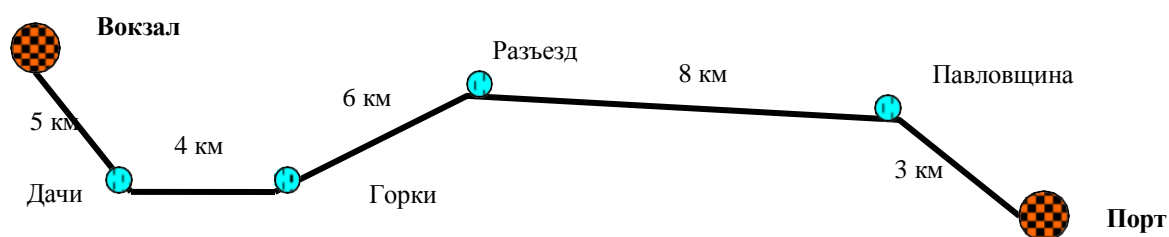

Рис. 5 Схема пригородного автобусного маршрута Вокзал– Порт
**66.** Схема пригородного маршрута показана на рис.5. Время простоя автобуса на остановках составляет (минут): «Вокзал»-8, «Дачи»-5, «Грки»-6, «Разъезд»-3, «Павловщина»-8, «Порт»-20.,  $v_t = 28$  км/ч;  $I = 1$  час;  $T_m = 18$  час. Начало работы автобусов на маршруте в 5 ч 30 мин;  $t_{nep}$  водителей в 1-ю смену 30 мин, во 2-ю — 20 мин. Построить график движения автобусов на маршруте и составить расписание движения для автобусов.